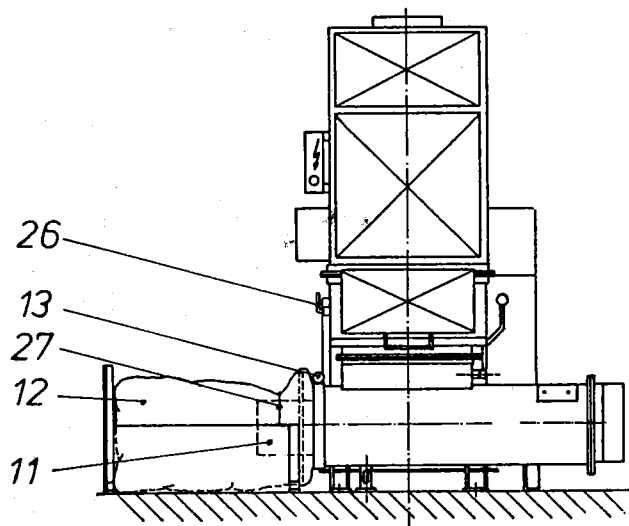
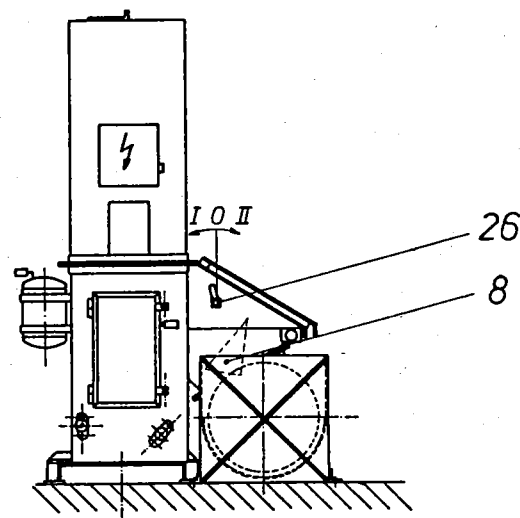

Abb. 7
Abb. 8
(siehe Abb. 7 und Abb. 8)
10. Elektrische Verbindungen zum Entstaubungsfilter herstellen. (zum Steuergerät 17 oder zum Schalter 16, siehe Abb. 8)
11. Druckluftleitungen zum Rückschlagventil (19) am Druckluftbehälter (20) des Sackleergerätes und zum T-Stück (21) am Leersackverdichter verlegen (siehe Abb. 7).